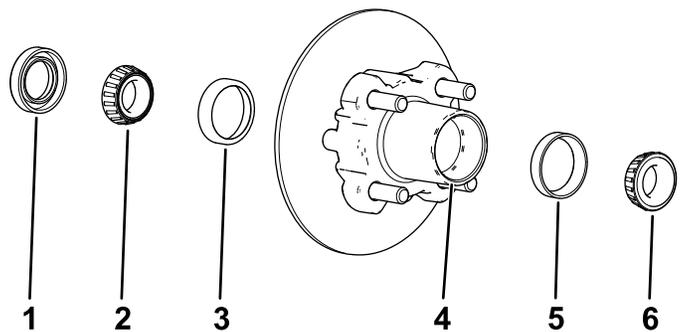

Рисунок 32
- Снимите наружный подшипник и кольцо подшипника со ступицы (Рисунок 32).
- Снимите уплотнение и внутренний подшипник со ступицы (Рисунок 32).
- Очистите полость ступицы от всей консистентной смазки, грязи и мусора (Рисунок 32).
- Заполните полость ступицы на 50–80% консистентной смазкой указанного типа (Рисунок 32).
- Установите внутренний подшипник на кольцо с внутренней стороны ступицы и установите уплотнение (Рисунок 32).